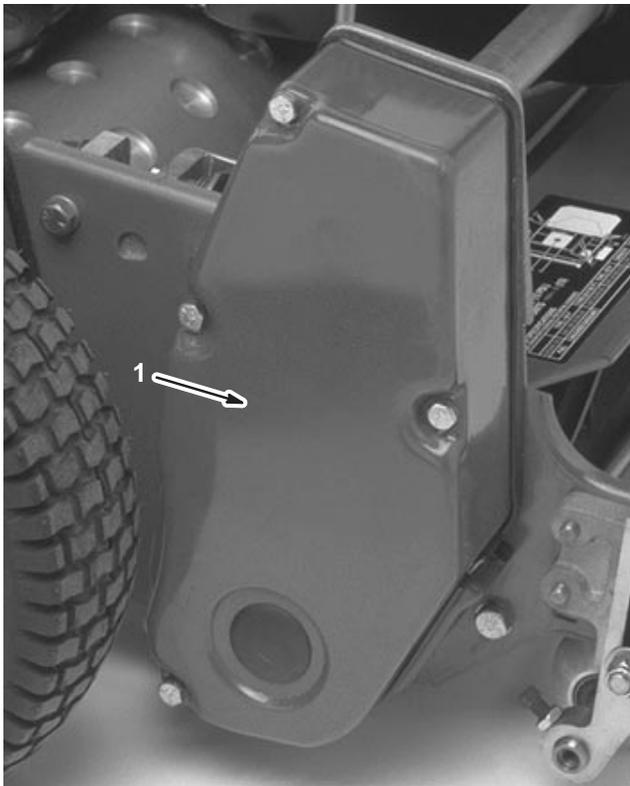

Bild 34
1. Nehmen Sie die Befestigungsschrauben der Riemenabdeckung und die Riemenabdeckung ab (Bild 34).